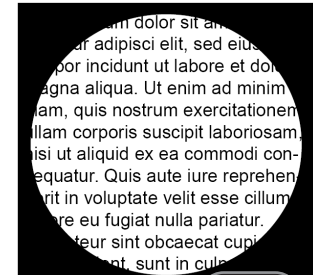

Fig. 15
5. O resultado final da operação de centragem deve ser semelhante ao mostrado na Fig. 15.